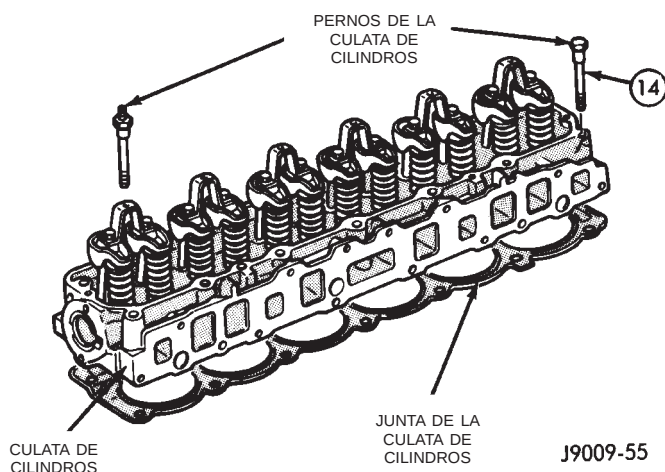

Fig. 35 Conjunto de culata de cilindros del motor
(9) Si está equipado, desconecte el soporte de la bomba de la dirección asistida. Mantenga la bomba y el soporte a un lado. NO desconecte las mangueras.
(10) Lleve a cabo el procedimiento de descarga de presión del sistema de combustible (consulte el grupo 14, Sistema de combustible).
(11) Retire los tubos de llegada de combustible y la manguera de avance de vacío.
(12) Retire de la culata de cilindros del motor los tubos múltiples de admisión y escape del motor (para informarse sobre los procedimientos apropiados, consulte el grupo 11, Sistema de escape y tubo múltiple de admisión).
(13) Desconecte los cables del encendido y retire las bujías.
(14) Retire la bobina de encendido y el conjunto de la ménsula.
(15) Retire los pernos de la culata de cilindros del motor. El perno n° 14 no puede retirarse hasta que la culata sea desplazada hacia adelante (Fig. 35). Saque el perno n° 14 todo lo que se pueda y a continuación sostenga el perno en esa posición (cinta adhesiva alrededor del perno).
(16) Retire la culata de cilindros del motor y la junta (Fig. 35).
(17) Si es la primera vez que se retiran los pernos, hágales una marca de pintura en la cabeza. Si ya tienen la marca o si no se sabe si ya han sido usados, deséchelos.
(18) Coloque paños de taller limpios, sin pelusas, en los huecos de los cilindros.